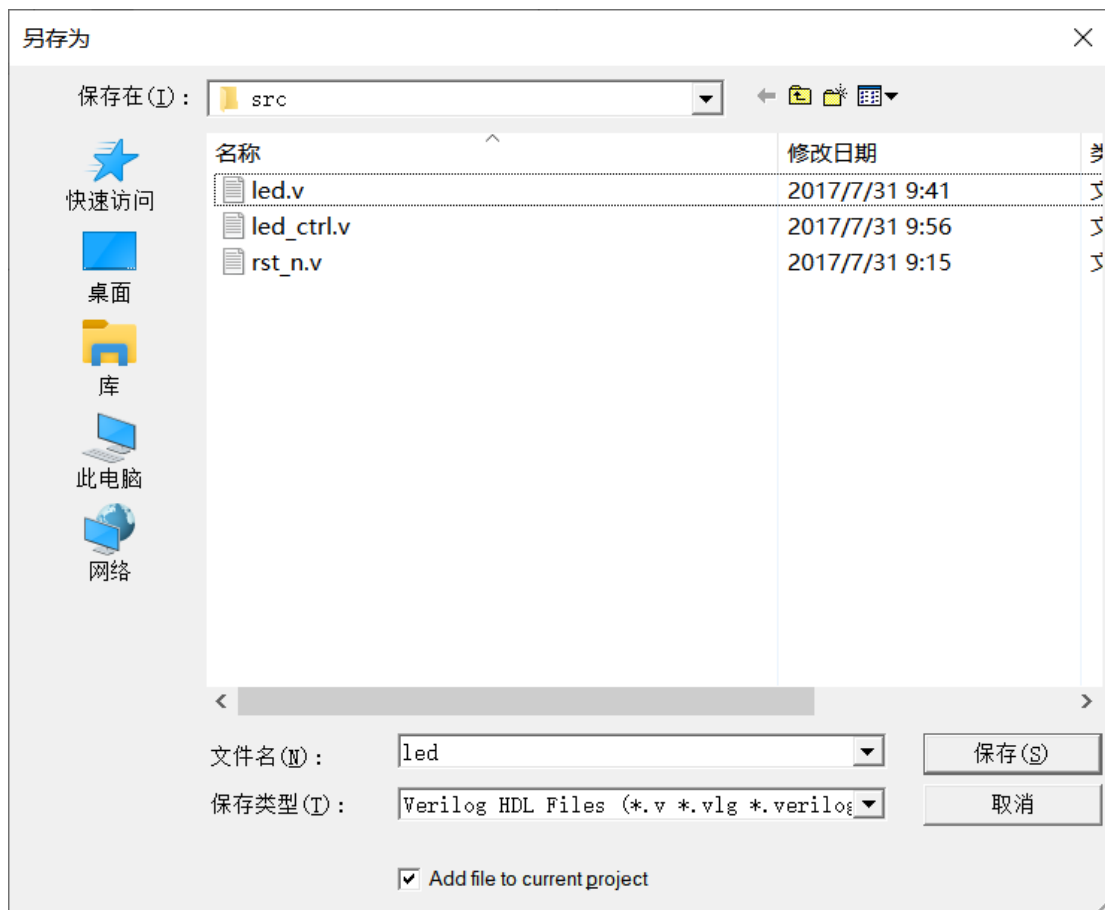

图 1-12
11、一个新的文件就建好了，此时文件是空的，点击 file->save as 保存文件。常将源文件保存在 src 文件夹下，且文件名称必须与模块名称一致，如图 1-12 所示。